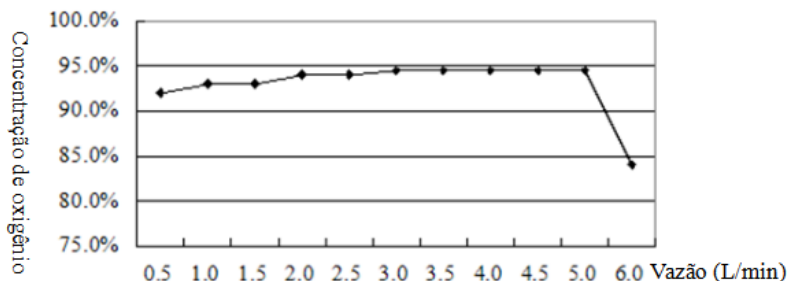

Figura 2
10) Quando a pressão nominal de saída for 0, o diagrama da função para concentração de oxigênio e a vazão são mostrados como na Figura 2: